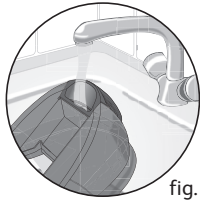
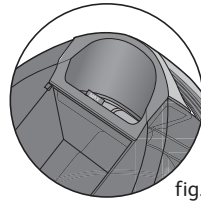

fig. 6
fig. 7
- Remplissez le réservoir d'eau sans dépasser le niveau Max. - fig.6. et fig.7.